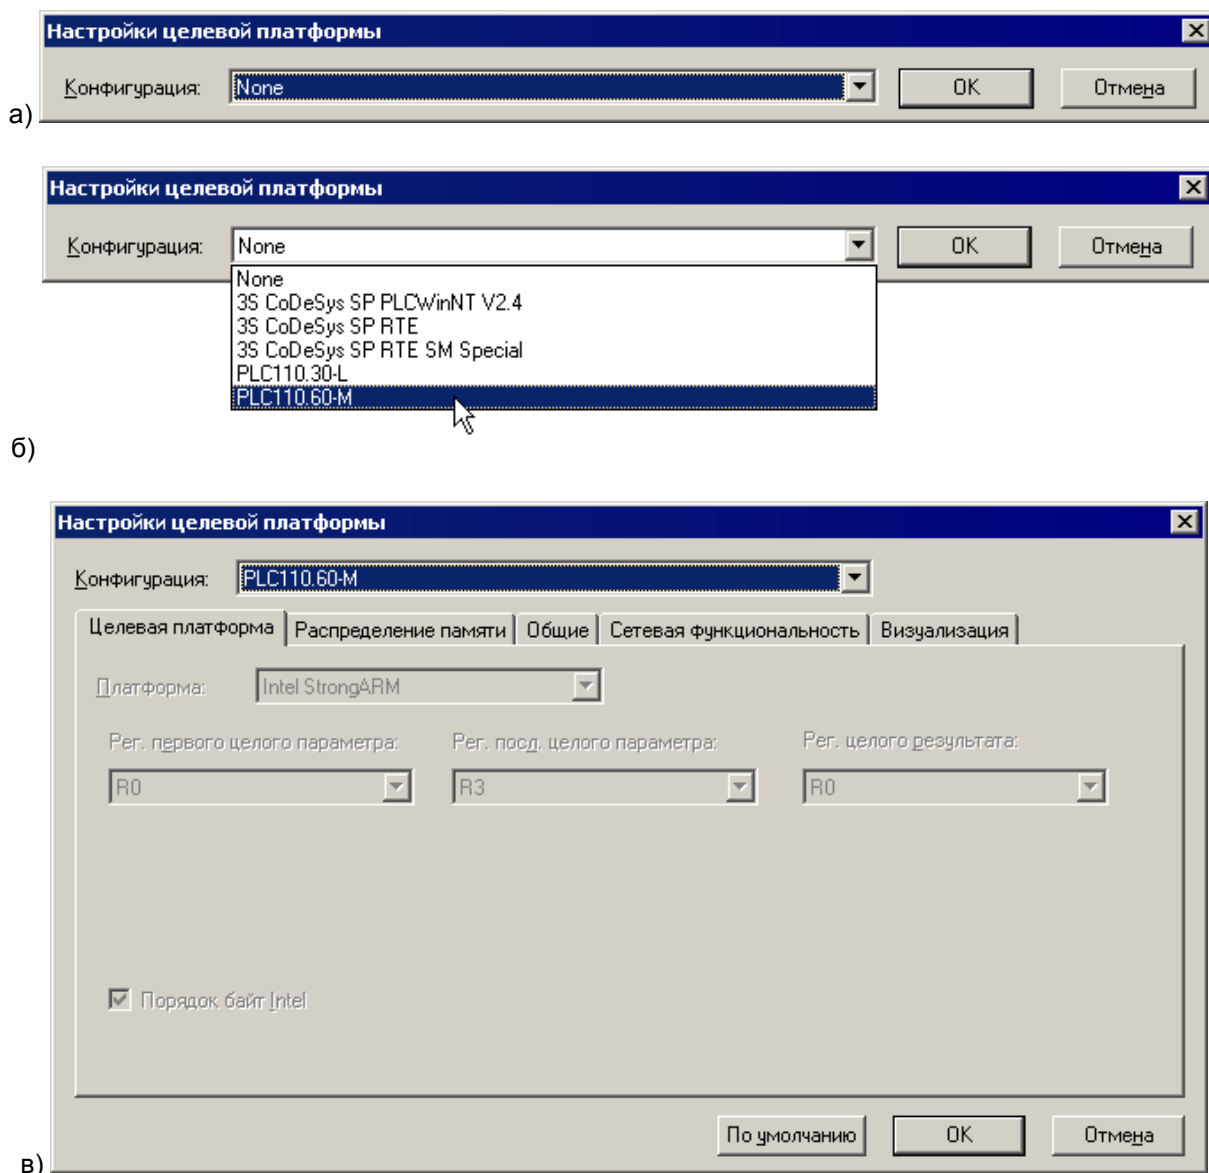
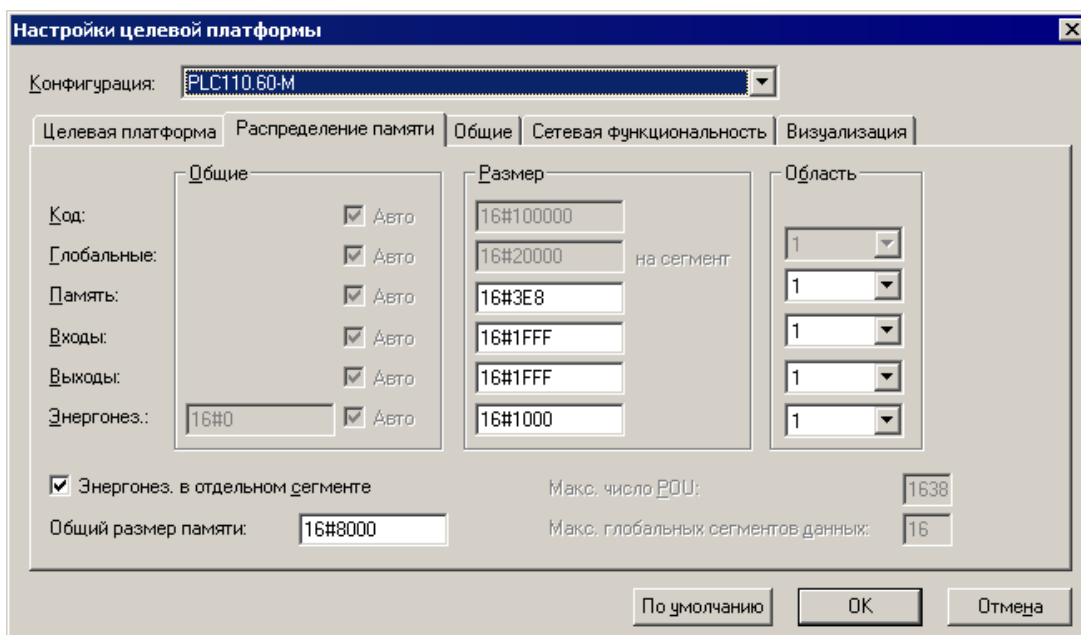

Рисунок 3.4 – Окно «Настройки целевой платформы (Target Setting)»
Рисунок 3.5 – Окно «Настройки целевой платформы (Target Setting)», вкладка «Распределение памяти (Memory Layout)»
- 3) В открывшемся окне «Настройки целевой платформы (Target Settings)» (рисунок 3.4, а) – нажатием на кнопку у правого края поля «Конфигурация (Configuration)» раскрыть список предварительно установленных на ПК Target-файлов (см. п. 3.2). В списке – выделить требуемый файл (рисунок 3.4, б) и щелкнуть на его названии левой кнопкой мыши.
- 4) В открывшихся вкладках окна «Настройки целевой платформы (Target Setting)» отображаются установленные производителем значения параметров целевой платформы (рисунок 3.4, в). Как правило, установленные производителем значения параметров не требуют изменения. Исключения могут составить размеры сохраняемой при отключении питания Retain-памяти и памяти входов/выходов. По умолчанию размер сохраняемой при отключении питания Retain-памяти установлен равным 4 кБ, но при необходимости может быть увеличен до 16 кБ. Для того, чтобы увеличить размер Retain-памяти, следует перейти на вкладку «Распределение памяти (Memory Layout)» окна «Настройки целевой платформы (Target Setting)» (см. рисунок 3.5), и исправить значение в строке Retain («Энергонез.»): значение «16#1000» заменить на «16#4000».
- Для того, чтобы увеличить размеры памяти входов/выходов, следует перейти на вкладку «Распределение памяти (Memory Layout)» окна «Настройки целевой платформы (Target Setting)» (см. рисунок 3.5), и исправить значение в строках «Входы»/ «Выходы»: значение